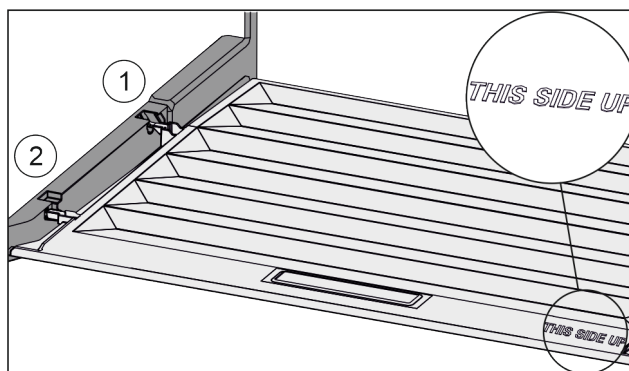

Fig. 68
- ▶ Anbring dækslets tappe over åbningen i den bageste holder Fig. 68 (1), og lad dem gå i indgreb i forreste holder Fig. 68 (2).